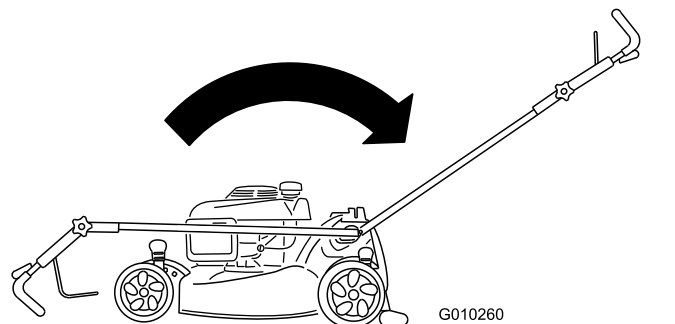

Figura 3
1. Spostate la stegola indietro e mantenete ferma la sua sezione superiore (Figura 3).